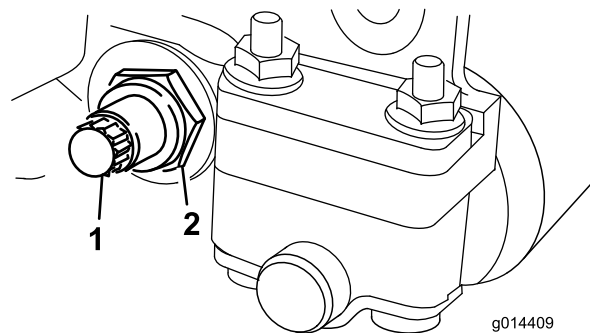

Figure 23
3. De chaque côté de la machine, desserrez le contre-écrou de fixation du boulon de la barre d'appui (Figure 23).
4. Retirez les boulons de la barre d'appui afin de pouvoir abaisser la barre et la déposer du boulon de la machine (Figure 23).